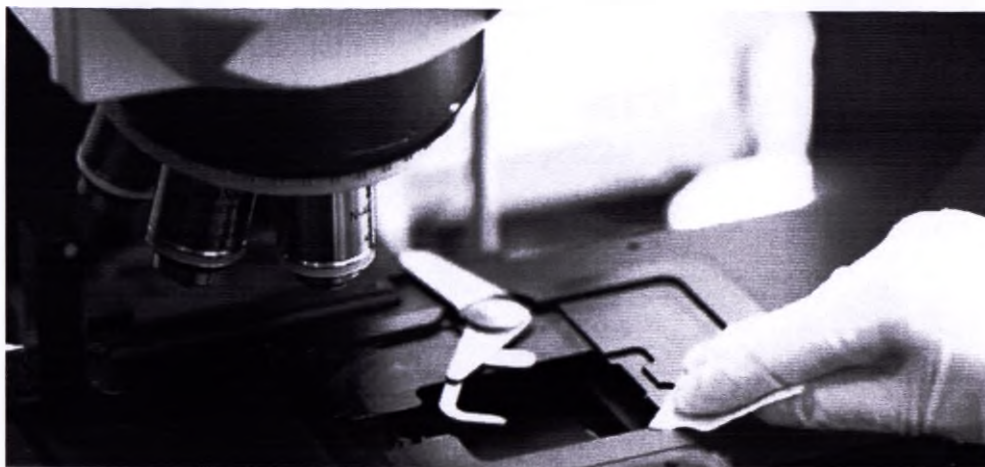

Рисунок 220 – Очистите спиртовой салфеткой держатель слайдов
- 7) Очистите спиртовой салфеткой держатель слайда (Рисунок 220).